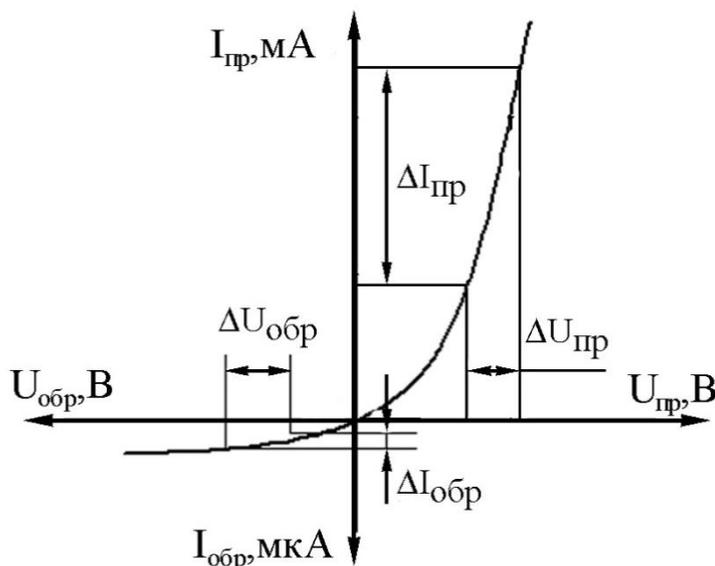

Рис. 5. Вольт-амперная характеристика п/п диода
5. По полученным данным построить график – вольт-амперную характеристику диода, откладывая по оси абсцисс вправо от начала координат прямое напряжение, а влево - обратное; по оси ординат откладывают вверх от начала координат прямой ток, а вниз –обратный (рис. 5).
– по прямолинейному участку вольт-амперной характеристики (рис. 5) определить дифференциальное прямое и обратное сопротивление диода как приращение напряжения ΔU к приращению тока ΔI :